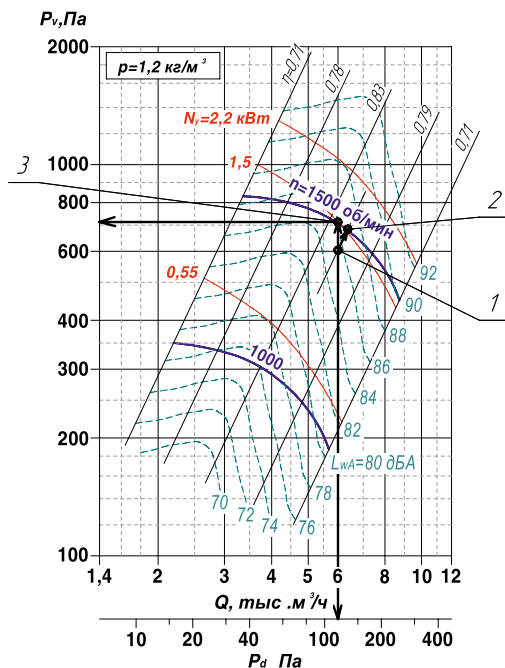

Рис.22 Аэродинамическая характеристика вентилятора ВР 85-77-5
- ▶ на графике индивидуальных характеристик вентилятора (рис.22) укажем точку 1 соответствующую  $Q_p = 6000$  м³/ч,  $P_v = 600$  Па.